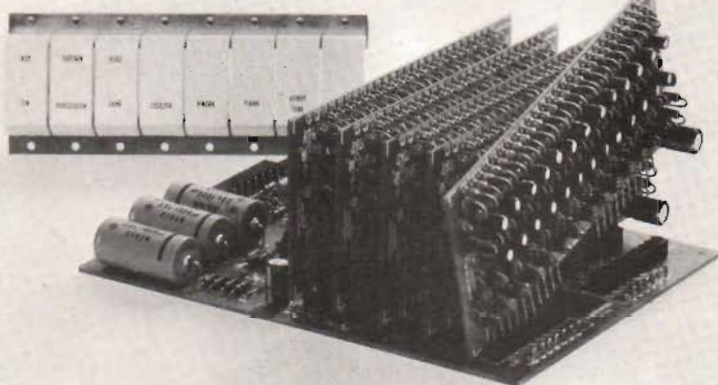
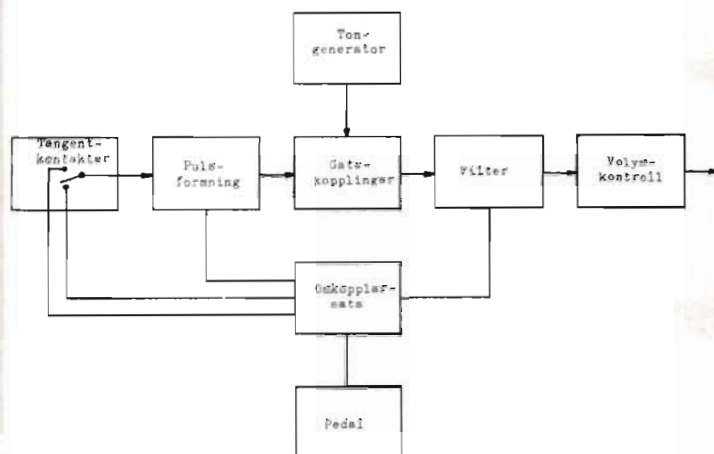

Fig 1. Effektiano eller elpiano är uppbyggt på sex kretskort. Funktionen och de fem olika klangfärgerna styrs med den 8-delade vippekopplaren.
Fig 2. Blockschema över elpianoet.
Den elektroniska delen är uppbyggd på sex kretskort, varav ett (PI 574) utgör basplattan med alla gemensamma komponenter och kopplingar. De övriga fem sinsemellan lika korten (PI 474) innehåller nycklingskretsarna. Varje kort, PI 474, omfattar kretsarna för en oktav, vilket innebär att fem kort behövs för att täcka fem oktaver (Fig 1). Blockschemat i Fig 2 visar den principiella uppbyggnaden. Orgelns befintliga tongenerator används. 73 toner (= sex oktaver) behövs för att få 61 pianotoner (= fem oktaver). Anledningen är att den optimala utgångskurvsformen till pianoklangen är en osymmetrisk fyrkantvåg (förhållande 3:1), som närmast består av grundtonen (83) och en viss andel av den dubbla frekvensen (= oktavtonen = 43).